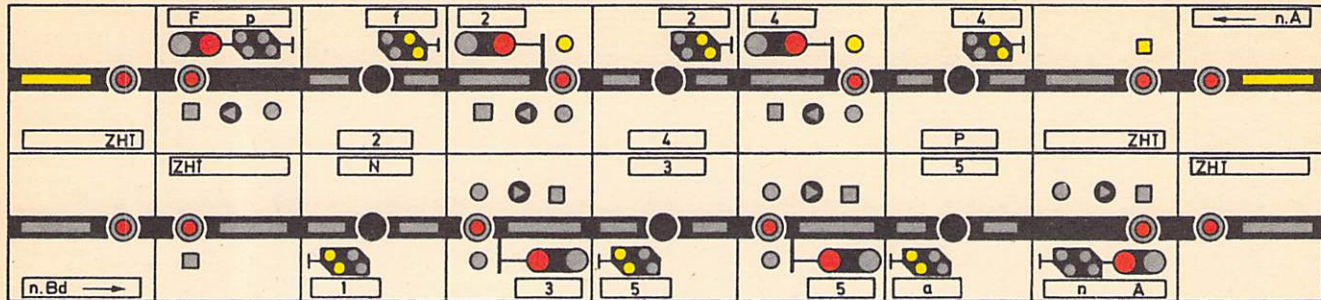

Bild 51
- Bedienen und Löschen der Ersatzsignale** (12) Für das Bedienen und Löschen der Ersatzsignale gelten dieselben Bedingungen wie bei den Ersatzsignalen der Selbstblocksignale (vgl. § 1 Abs. 8).
- Falschfahrten** (13) Die Zentralblocksignale sind für die Dauer der Falschfahrt einzeln zu sperren (vgl. Bild 51).
- Auflösestörung** (14) a) Erlischt nach der Räumung eines Blockabschnittes der Zielfestlegemelder nicht, ist die Festlegung für den betroffenen Blockabschnitt durch Bedienen der Zentralblockhilfstaste und der Zugstraßentaste am Ende des Blockabschnittes (Signal- bzw. Streckentaste) aufzulösen. Die Hilfsauflösung ist nur wirksam, wenn das Zentralblocksignal Halt zeigt und das Streckengleis vor dem betroffenen Signal nicht besetzt ist.
- Achszählstörung** (15) Leuchtet nach der Räumung eines Blockabschnittes mit Achszählanlage der Blockabschnittsmelder weiterhin rot, kann die gestörte Achszähleinrichtung durch Bedienen der Achszählgrundstellungstaste und der Gleistaste in Grundstellung gebracht werden. Ein Zentralblocksignal am Ende des gestörten Abschnittes ist vorher zu sperren. Anschließend ist die Festlegung nach Abs. 14 aufzulösen. Wegen Störung durch fremde Einflüsse siehe § 1 Abs. 13.
- Unregelmäßigkeiten an Signalen** (16) Fehler und Störungen an den Zentralblock- und den Ersatzsignalen werden wie bei den Bahnhofssignalen angezeigt.
- (12) Für das Bedienen und Löschen der Ersatzsignale gelten dieselben Bedingungen wie bei den Ersatzsignalen der Selbstblocksignale (vgl. § 1 Abs. 8). **Bedienen und Löschen der Ersatzsignale**
- (13) Die Zentralblocksignale sind für die Dauer der Falschfahrt einzeln zu sperren (vgl. Bild 51). **Falschfahrten**
- (14) a) Erlischt nach der Räumung eines Blockabschnittes der Zielfestlegungsmelder nicht, ist die Festlegung für den betroffenen Blockabschnitt durch Bedienen der Zentralblockhilfstaste und der Zugstraßentaste am Ende des Blockabschnittes (Signal- bzw. Streckentaste) aufzulösen. Die Hilfsauflösung ist nur wirksam, wenn das Zentralblocksignal Halt zeigt und das Streckengleis vor dem betroffenen Signal nicht besetzt ist. **Auflösestörung**
- * (15) Leuchtet nach der Räumung eines Blockabschnittes mit Achszählanlage der Blockabschnittsmelder weiterhin rot, kann die gestörte Achszählleinrichtung durch Bedienen der Achszählgrundstellungstaste und der Gleistaste in Grundstellung gebracht werden. Ein Zentralblocksignal am Ende des gestörten Abschnittes ist vorher zu sperren. Anschließend ist die Festlegung nach Abs. 14 aufzulösen. Wegen Störung durch fremde Einflüsse siehe § 1 Abs. 13. **Achszählstörung**
- * (16) Kann die Grundstellung nicht nach Abs. 14a oder 15 hergestellt werden, ist der Streckenblock gestört. **Grundstellung nicht möglich**
- * (17) Fehler und Störungen an den Zentralblock- und den Ersatzsignalen werden wie bei den Bahnhofssignalen angezeigt. **Unregelmäßigkeiten an Signalen**